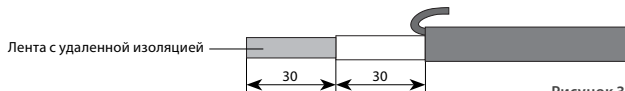

Рисунок 3
2.1.4. С помощью мини – дрели Dremel- 300 series удалить изоляцию с обеих сторон изолированной ленты в размер 30 мм – см. рисунок 3. Повреждения нагревательной ленты не допускается!